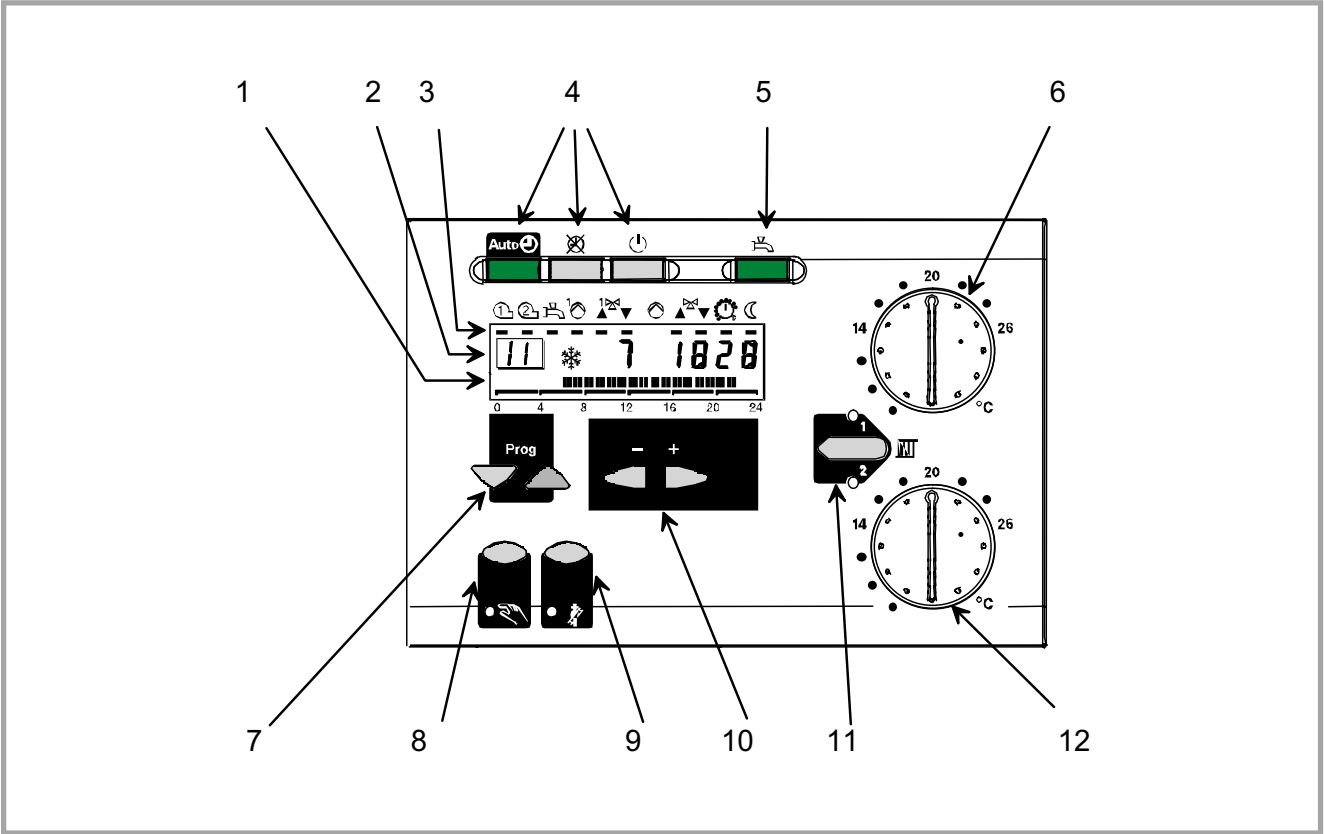

Fig. 37 - Teclas de función del regulador
Números fig. 37	Función de las teclas del regulador
Funcionamiento automático como ajustado en el regulador (ref. 6 y 12, fig. 37)